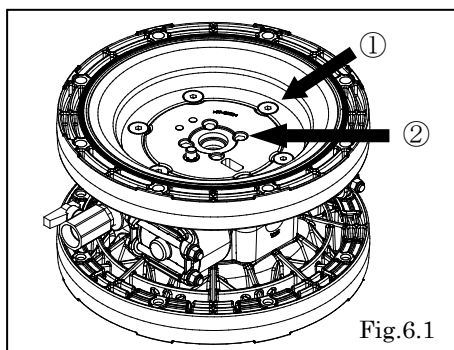

Fig.6.1
- ・エアチャンバー取付ボルト①12 か所およびタッピンネジ②8 か所を外し、エアチャンバーを取り外す。〔Fig.6.1〕